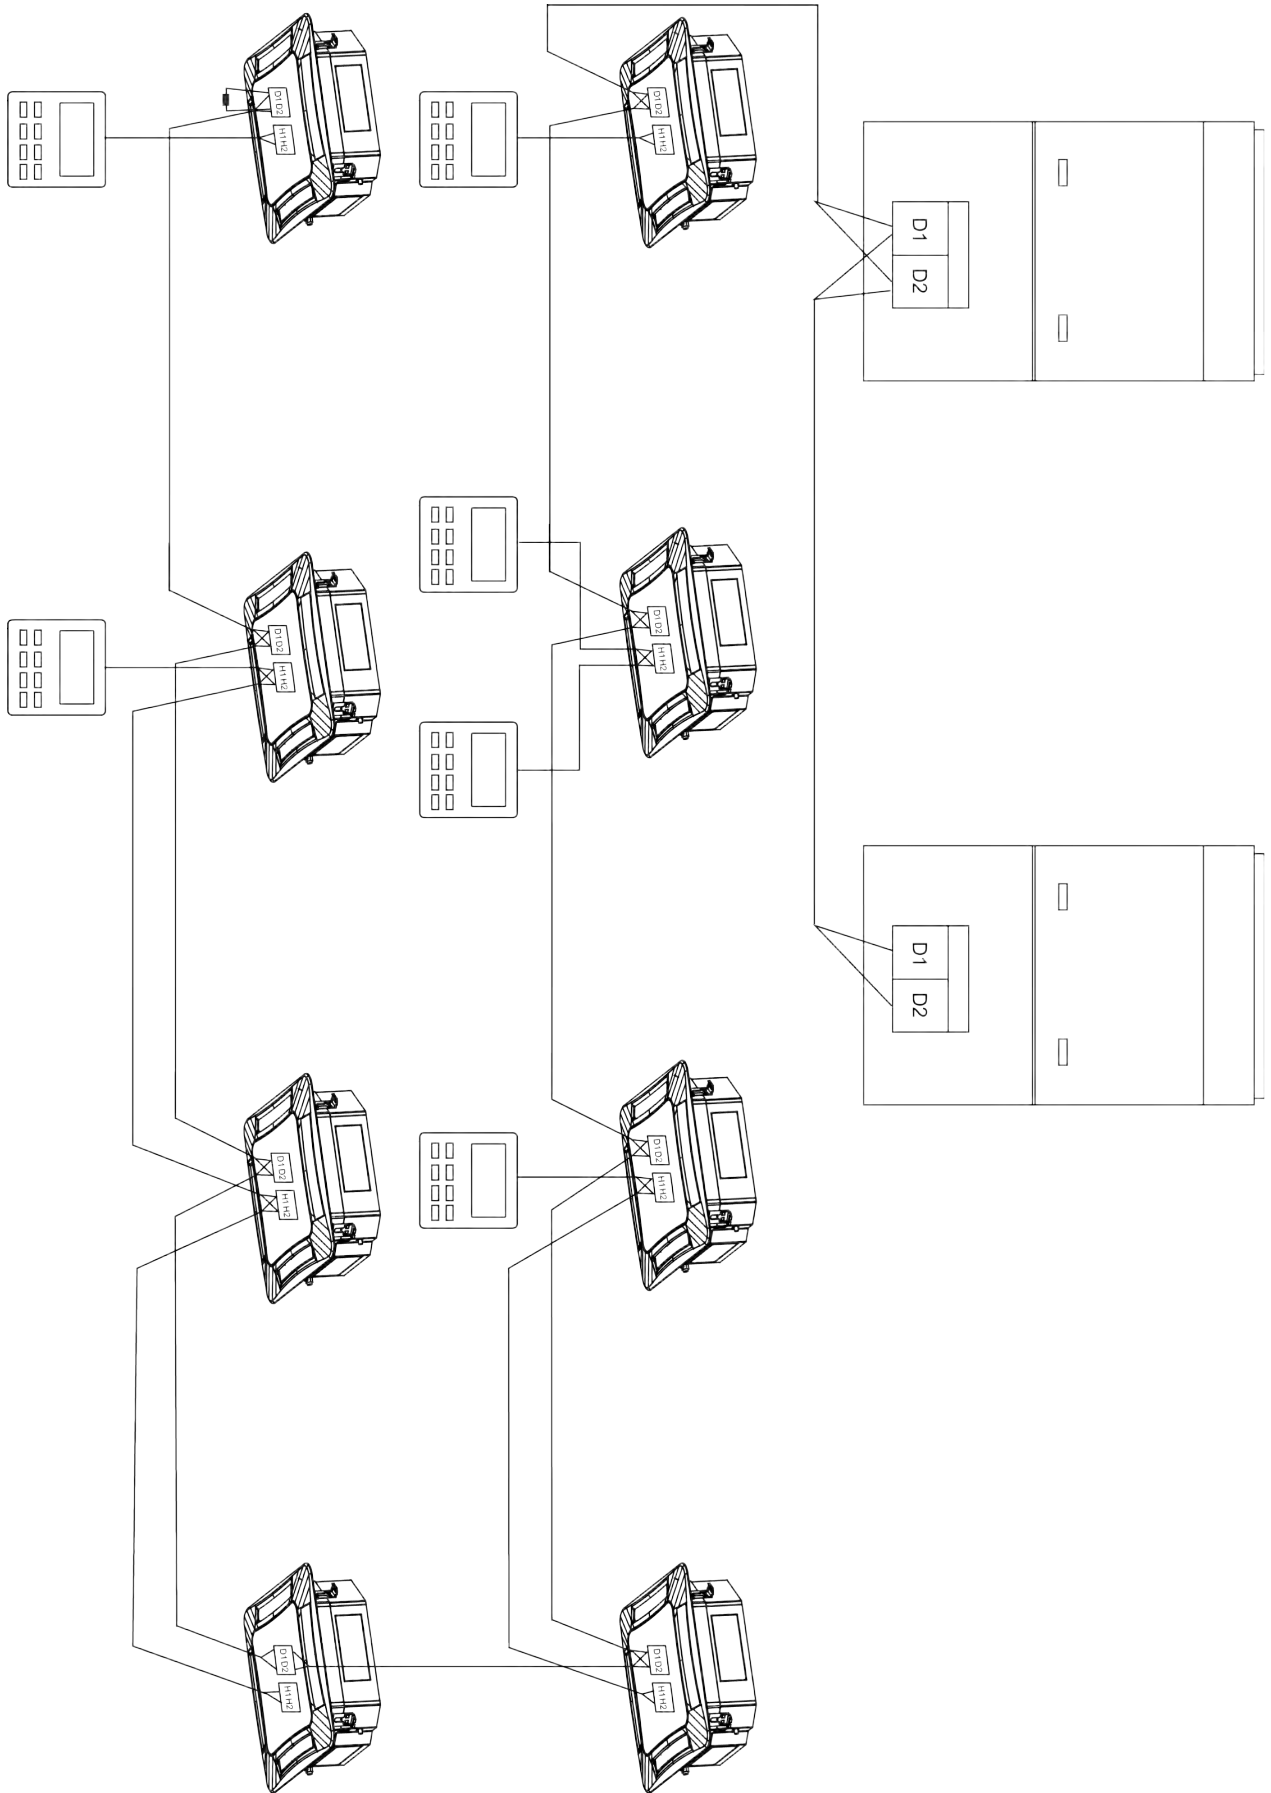

Рис. 5.5
- (1) Кабель зв'язку між внутрішнім блоком та зовнішнім блоком (або між внутрішніми блоками) під'єднується до клем D1, D2.
- (2) Провідний контролер під'єднується до клем H1, H2.
- (3) До одного внутрішнього блока можна під'єднати два провідні контролери, один із них необхідно задати у якості ведучого контролера, а інший – у якості веденого контролера.
- (4) Один провідний контролер може одночасно керувати максимум 16 внутрішніми блоками (як показано на Рис. 5.5).